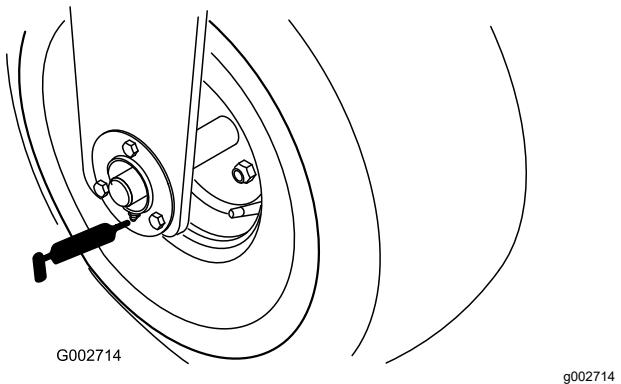

Figure 19
- 1 roulement de roue avant Figure 19.